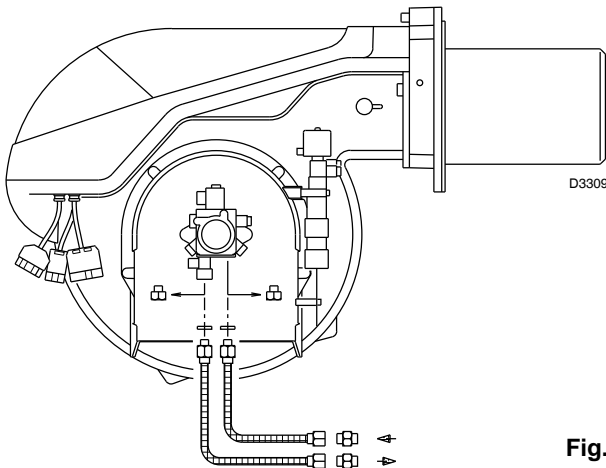

Fig. 16
6.2 Collegamenti idraulici (Fig. 16)